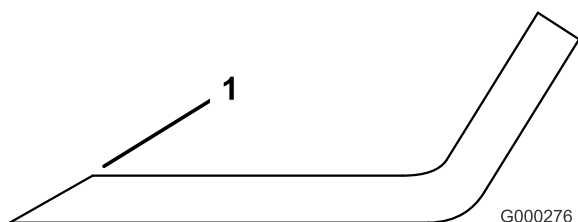

Figure 83
3. Examinez les tranchants de toutes les lames et affûtez-les s'ils sont émoussés ou ébréchés. N'affûtez que le haut du tranchant et conservez l'angle de coupe d'origine pour obtenir une coupe nette (Figure 83). Limez la même quantité de métal sur chacun des deux tranchants pour ne pas déséquilibrer la lame.